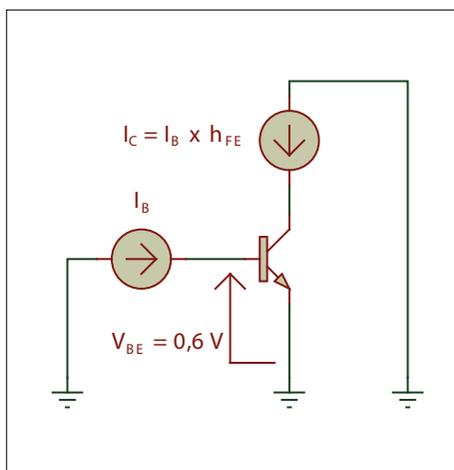

Bild 1. In der Emitterschaltung eines Transistors ist der Emitter der gemeinsame Bezugspol. Das Verhalten des Transistors wird von zwei Gleichungen bestimmt.
ren haben drei Anschlüsse, sie werden *Kollektor (C)*, *Emitter (E)* und *Basis (B)* genannt. Die interne Halbleiterstruktur des Transistors bewirkt, dass die Spannungen und Ströme dieser Anschlüsse in einem charakteristischen Zusammenhang stehen. Dazu wollen wir eine Schaltungskonfiguration betrachten, bei der, wie **Bild 1** zeigt, der Emitter an Masse liegt. Diese Konfiguration wird *Emitterschaltung* genannt. Für die Funktion des Transistors gelten zwei Grundregeln: